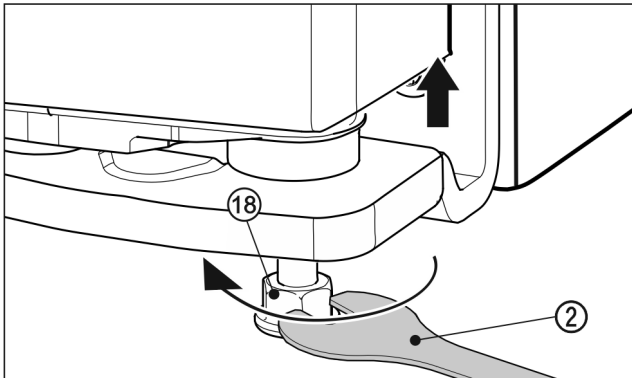

Fig. 25
- ▶ Nosta ovea kiertämällä säätöjalkaa Fig. 25 (18) toimitukseen sisältyvällä kiintoavaimella Fig. 25 (2) myötäpäivään, kunnes jalka koskettaa lattiaa. Jatka kiertämistä tämän jälkeen, kunnes oven korkeus on säädetty. Toimitustilassa laakeritappi on kierretty kokonaan sisään.